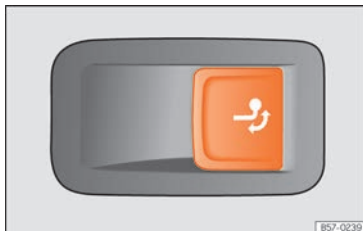

Fig. 194 Sur le côté gauche du coffre à bagages : touche de déverrouillage du crochet d'attelage.
- Tirez la touche » » fig. 194 brièvement. Le crochet d'attelage se déverrouille électriquement et tourne automatiquement vers l'extérieur. Le témoin de la touche clignote.
- Tirez la touche » » fig. 194 brièvement. Le crochet d'attelage se déverrouille électriquement.
- Si le témoin de contrôle de la touche » » fig. 194 → clignote, le crochet d'attelage ne s'est pas encore enclenché correctement ou est endommagé » » ⚠.
- Si le témoin de contrôle » » fig. 194 → reste allumé avec le hayon arrière ouvert, le crochet d'attelage s'est correctement enclenché correctement, qu'il soit sorti ou escamoté.
- N'appuyez jamais sur la touche » fig. 194 lorsqu'une remorque est accrochée ou qu'un porte-bagages ou d'autres accessoires sont montés sur l'attelage.